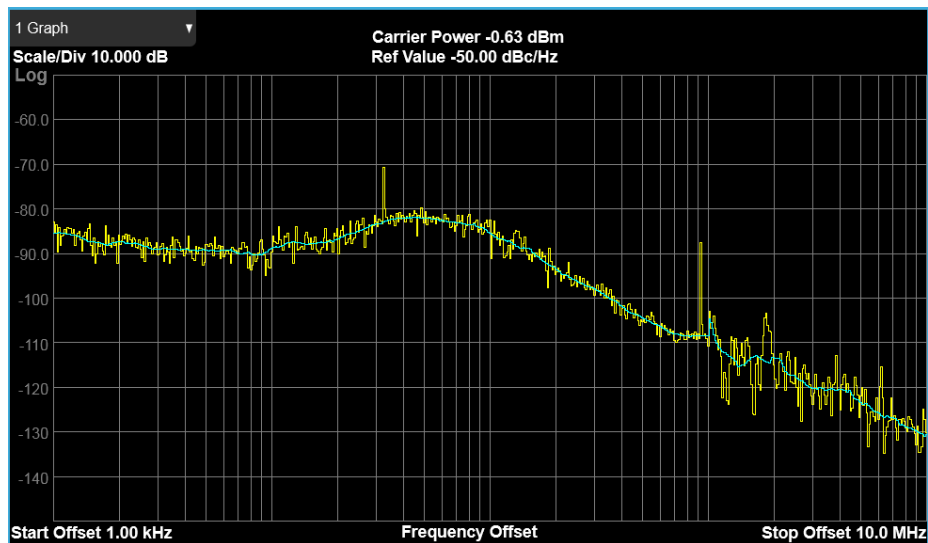

图 19. 相位噪声 @ 250 kbit/s
- 图 19 显示了 GFSK 数据速率为 250 kbit/s 时的 Tx 相位噪声。